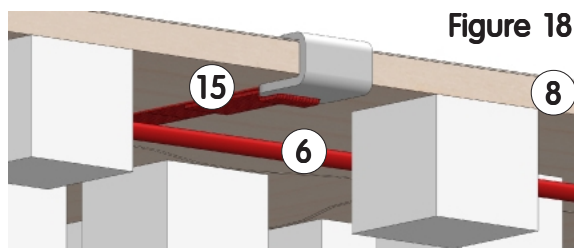

Figure 18
12 - Mettre en place les crochets (17) de chaque sangle (15) voir Figure 18 & 19. Attention : la sangle doit passer au-dessus du câble. Soulever légèrement la bordure pour accéder à chaque cliquet (16), puis tendre uniformément à l'aide de celui-ci (voir Fig. 19)